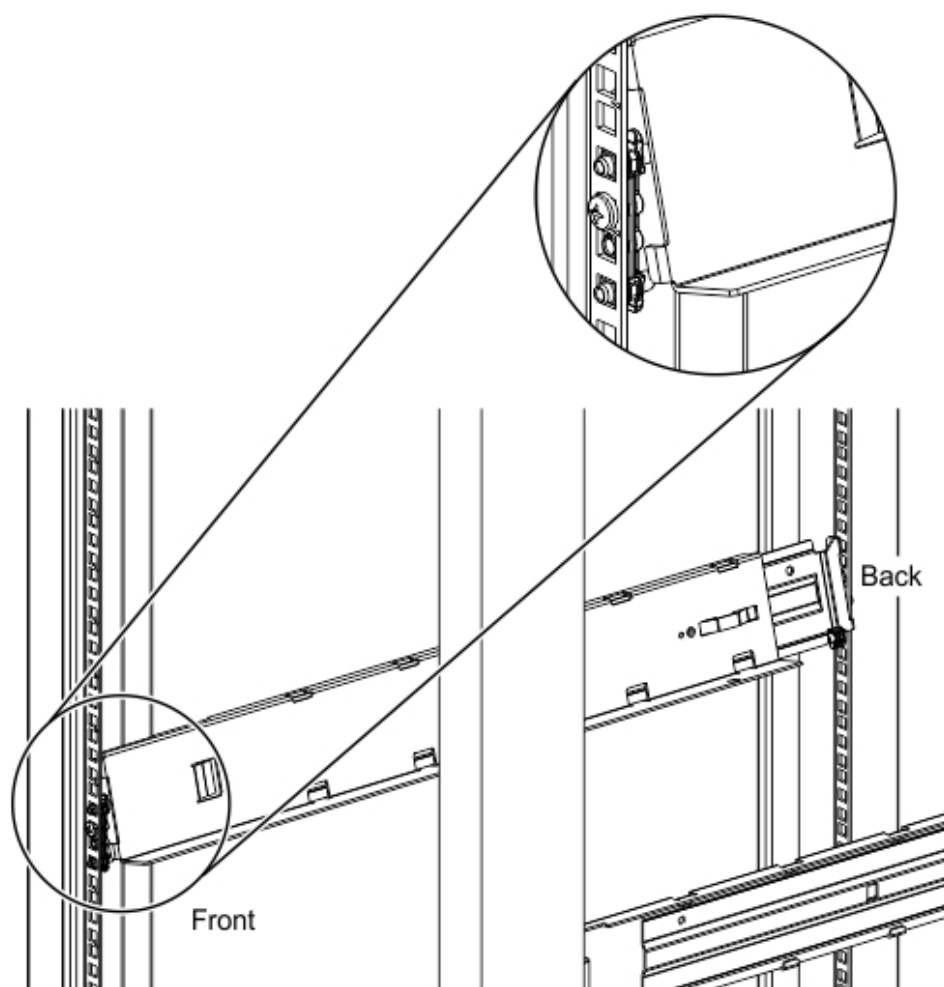

図 1-30 レールのコネクターへのマウント
- d. ラックマウントレールをコネクタにマウントします。図 1-30 を参照。